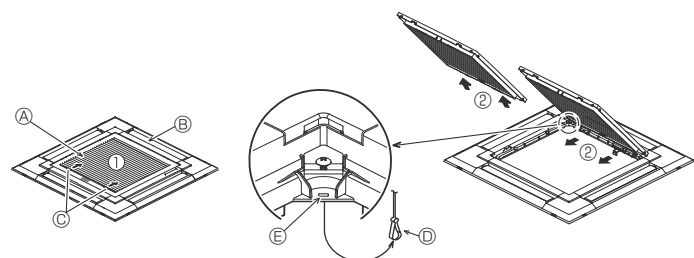
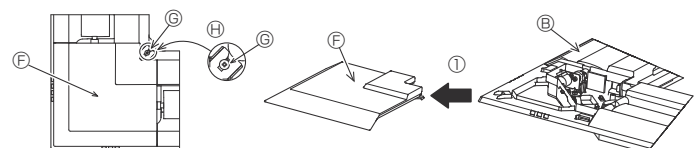

Fig. 9-3
Fig. 9-4
#### 9.2.1. Izvlačenje dovodne rešetke (Fig. 9-3)
#### 9.2.2. Izvlačenje kutne ploče (Fig. 9-4)
- Olabavite 4 vijka na kutu. Kliznim pokretom pomaknite kutnu ploču u smjeru strelice ① na slici i izvucite kutnu ploču.
- [Fig. 9-3] [Fig. 9-4]
- Ⓑ Rešetka ①